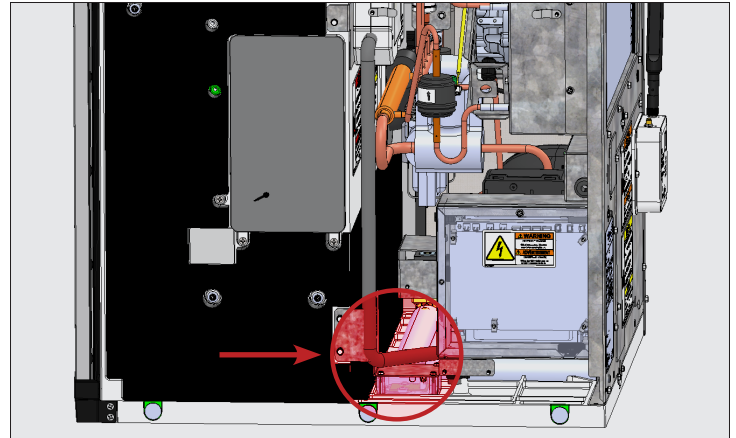

Fig. 1. Ubicación del conjunto del sensor de nivel de hielo.
3. Quite los dos tornillos que sujetan el soporte a la carcasa de plástico. Consulte la fig. 1.